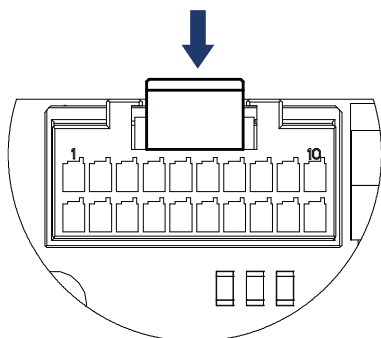
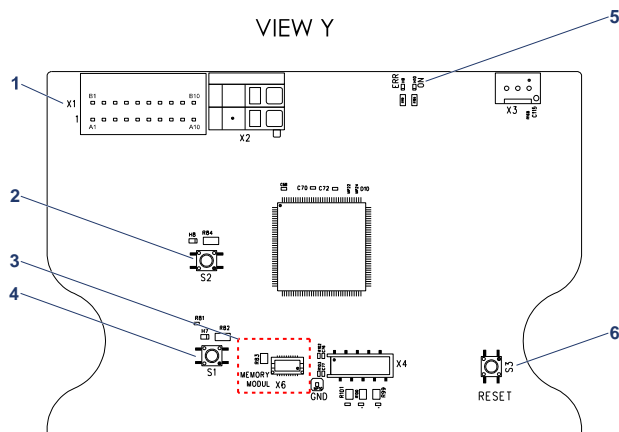

Abb. 2: Verriegelung am Stecker X1 lösen
Abb. 3: Detailansicht Platine
Das Speichermodul wird im oberen Bereich der Platine im Gehäuseoberteil aufgesteckt (→ Abb. 3/3).
2. Im Gehäuseoberteil am Stecker der Verbindungsleitung X1 (→ Abb. 3/1) die Verriegelung herunter drücken (→ Abb. 2) und Verbindungsleitung vorsichtig abziehen.